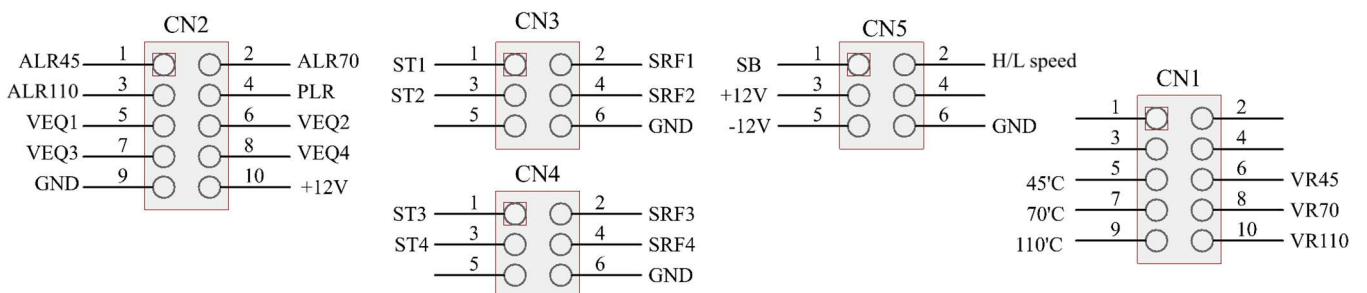

Figura 48: Conectores E279A
5.5.1 Controle da carga, E279A, Figura 48.